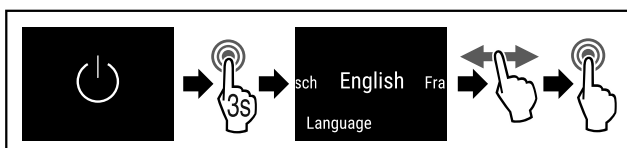

Fig. 49
- ▶ Proveďte akční kroky (viz Fig. 49).